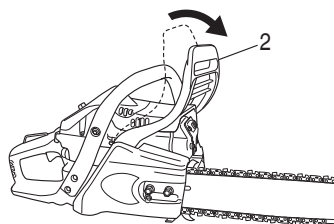

Fig. 12
1. Poussez la protection avant de la main (2) de sorte que le frein de chaîne s'enclenche. (Fig. 12)